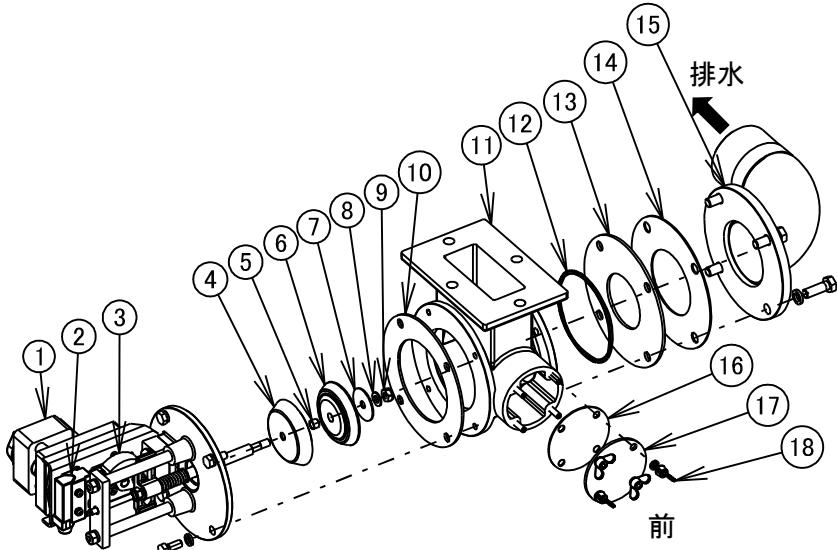

図 8-12
8. 3. 7 排水弁(図 8-12)
4) 排水弁補助弁の交換 (図 8-12)
- ・①モータと②リミットスイッチのケーブルコネクタを外します。①モータアース線を外します。
- ・ボルト(M8)を緩めて①～⑩一体品を取り外します。
- ・⑩Uナット(M8)を緩めて⑤～⑧弁部をシャフトから取り外します。
- ・⑥排水弁補助弁の中央にはまっている⑤排水弁スペーサを取り外し新しい⑥排水弁補助弁に取り付けます。
- ・⑤～⑧弁部をシャフトに逆の手順で組み付けます。
- ・①～⑩一体品をボルト(M8)で組み付けます。
- ・①モータと②リミットスイッチのケーブルコネクタ及び、①モータアース線を接続します。
- ・③排水弁マイクロカムの回転方向と排水弁の動作確認を行うこと。